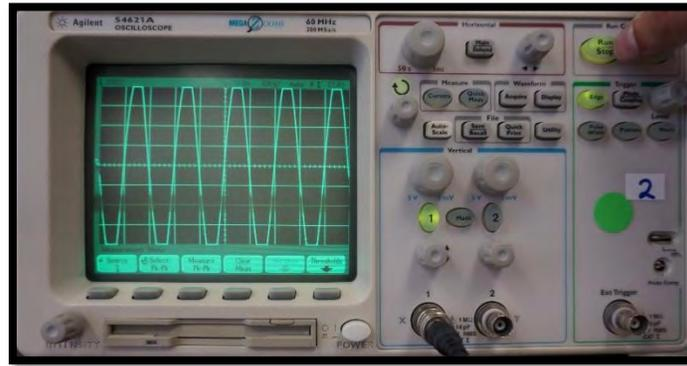

Figura D.6. Fijación de la señal.
6. Se oprime el botón "RUN STOP" para que la señal permanezca estática, (figura D.6)